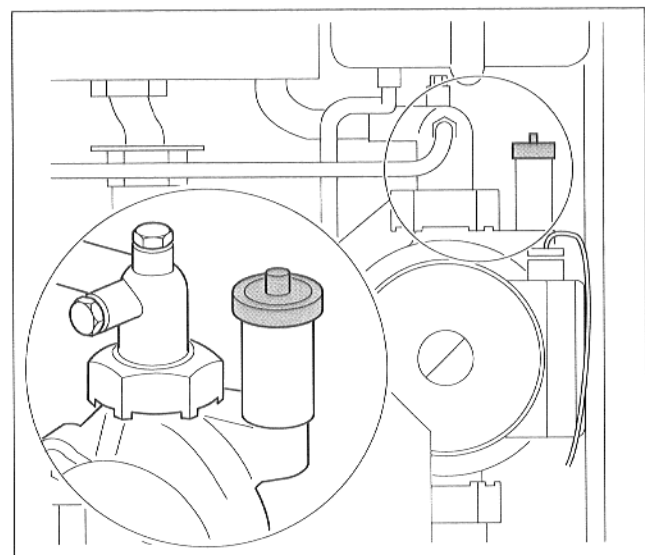

Abb. 13 Automatischer Entlüfter
- Damit die Restluft entweichen kann, Kappe am automatischen Entlüfter (Abb. 13) eine Umdrehung aufdrehen.